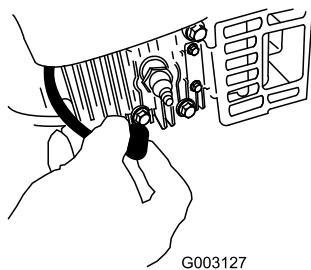

Bild 33
2. Ziehen Sie das Zündkabel von der Zündkerze (Bild 33) ab, bevor Sie Wartungsarbeiten ausführen.